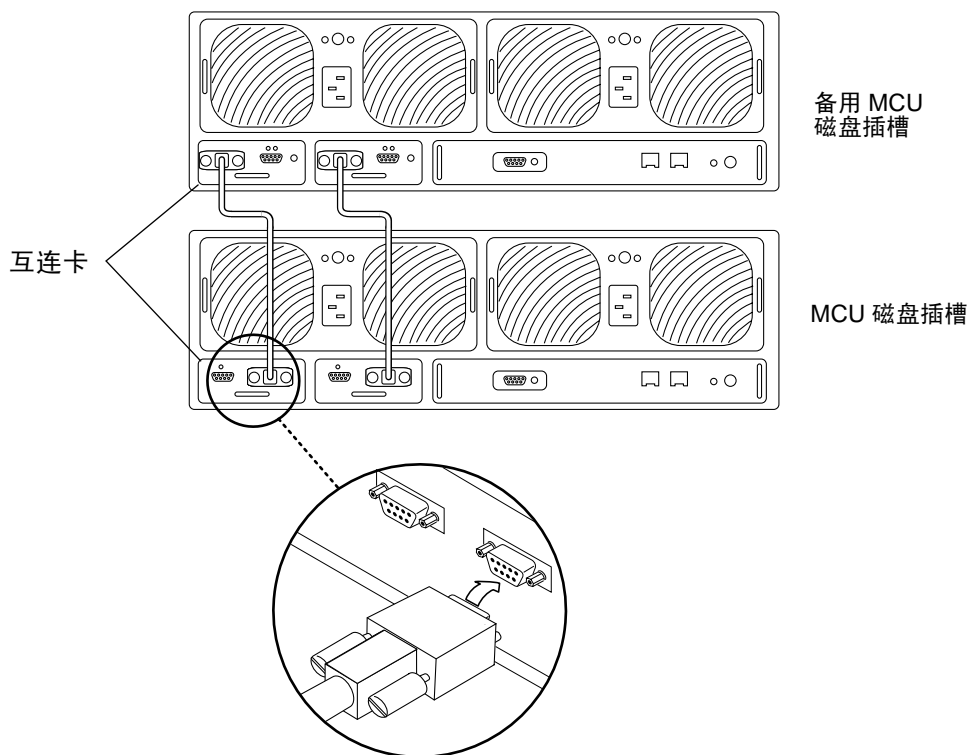

图 6 连接互连电缆
1. 如图 6 所示，用互连电缆连接所有磁盘插槽伙伴组的 MCU 和备用 MCU 互连卡。重复上述操作，连接其它磁盘插槽伙伴组。